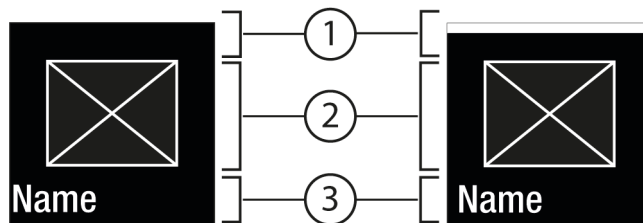
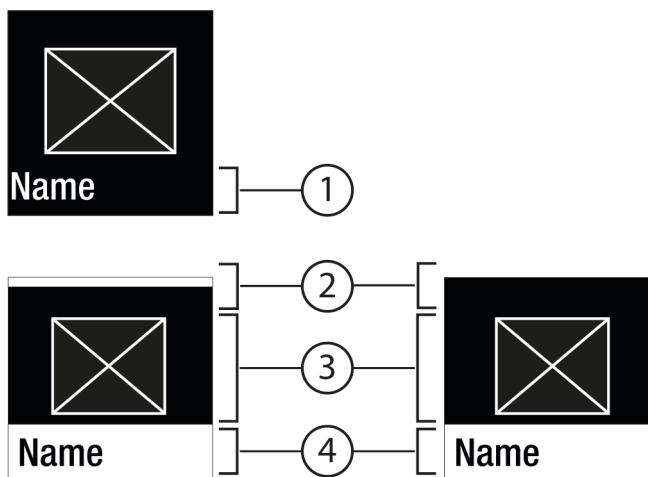

Fig. 6
Fig. 7
- Pomocí Potvrzení Fig. 5 (2) vyvolejte podmenu Fig. 7 (4).
- Nastavení nové hodnoty: Vyberte pomocí Potvrzení Fig. 5 (2) deaktivovanou hodnotu Fig. 6 (1).
- Zpět do menu: Vyberte pomocí Potvrzení Fig. 5 (2) již aktivovanou hodnotu Fig. 6 (2).
▷ Stav: aktivováno Fig. 6 (1) se krátce zobrazí v podmenu Fig. 7 (4).